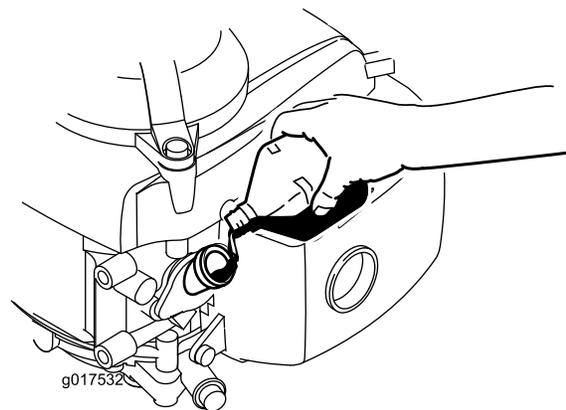

Figura 6
3. Versate con cautela una quantità d'olio pari a circa $\frac{3}{4}$ della capacità del motore nel tubo di riempimento dell'olio (Figura 6).